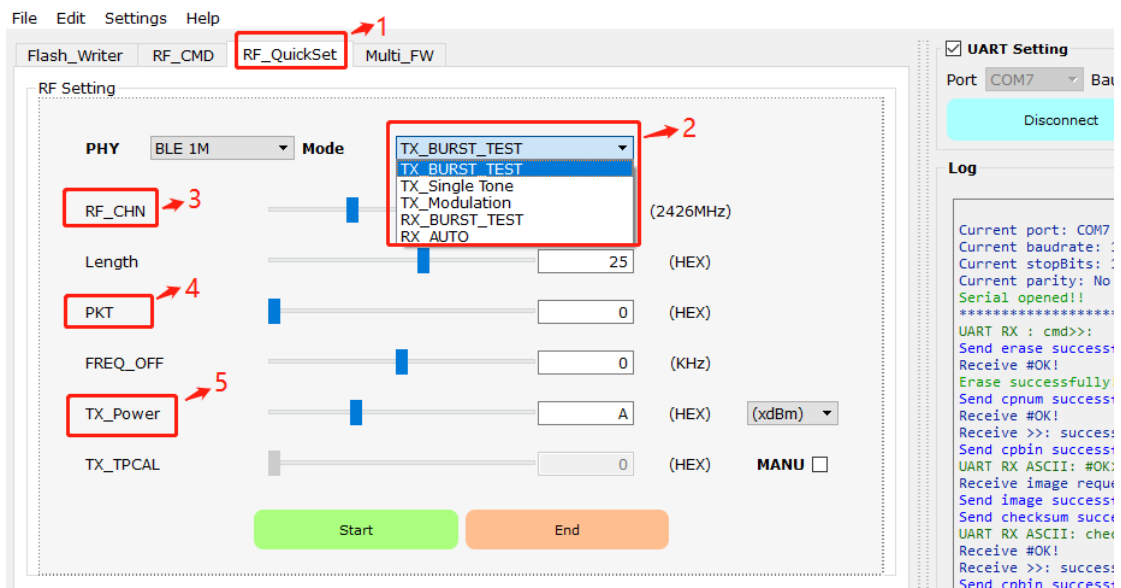

图 2
2.1.3. 点击软件 PhyPlusKit 如图 2 中 1 所示的 RF_QuickSet 选项;
2.1.4. 选择图 2 中 2 所示 Mode 的 TX_BURST_TEST 选项, 发射固定间隔的 BLE 数据包, 改变发射的频率, Length 为默认值 25 (TX_Packet_Length 25 Bytes), PKT 为默认值 0 (发包格式 0->prbs9, 1->11110000, 2->10101010, 3->prbs15), FREQ_OFF 为默认值 0 (频偏大小), Tx_Power 为默认值 0 (发
2.1.8. 将图 2 中 PhyplusKit 软件标注为 4 的 PKT 分别改为 0, 1 和 2, 分别观察波形并记录 FSK_Meas_Dev 的值;